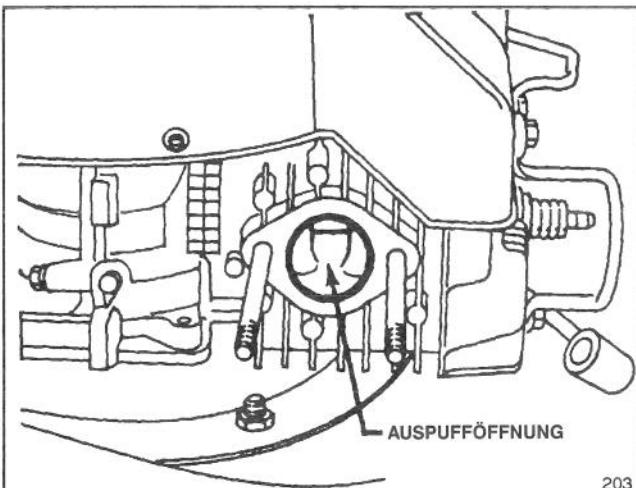

Abbildung 22
3. Zündkabel aus der Zündkerze ziehen. Langsam Seilstarter ziehen, bis Kolben Auspufföffnung verdeckt (Abb. 22).
4. Kohlenstoffrückstände rundum die Auspufföffnung (Abb. 22) mittels Hartholzsabber säubern.